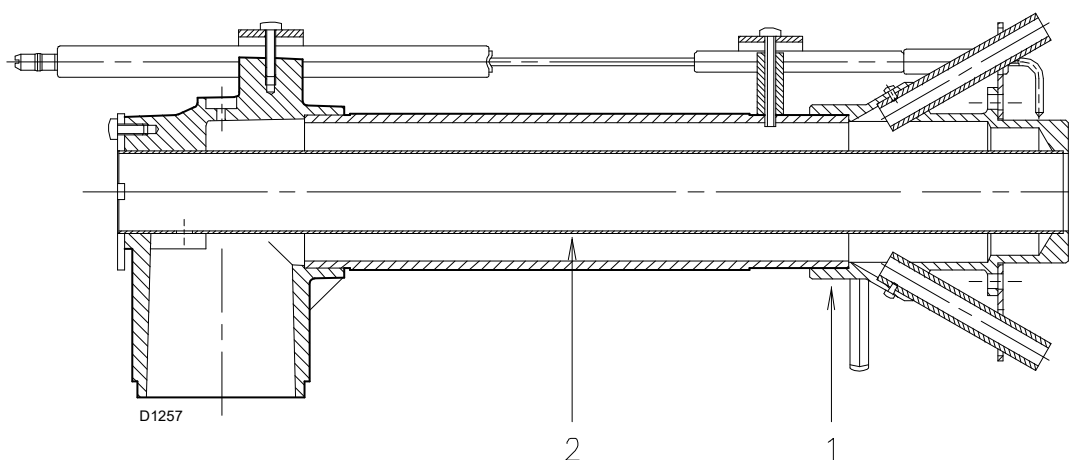

Fig. 1
- remplacer le groupe distributeur 1)(Fig. 1) par celui prévu pour le fonctionnement au GPL fourni de série ;
- remplacer la frette 3) - 4)(Fig. 1) fourni de série.